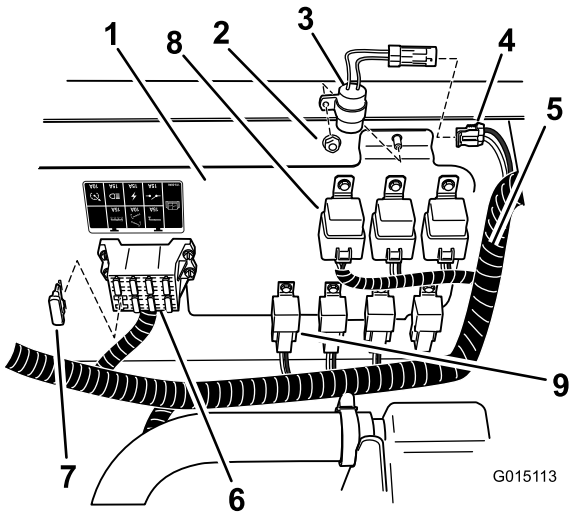
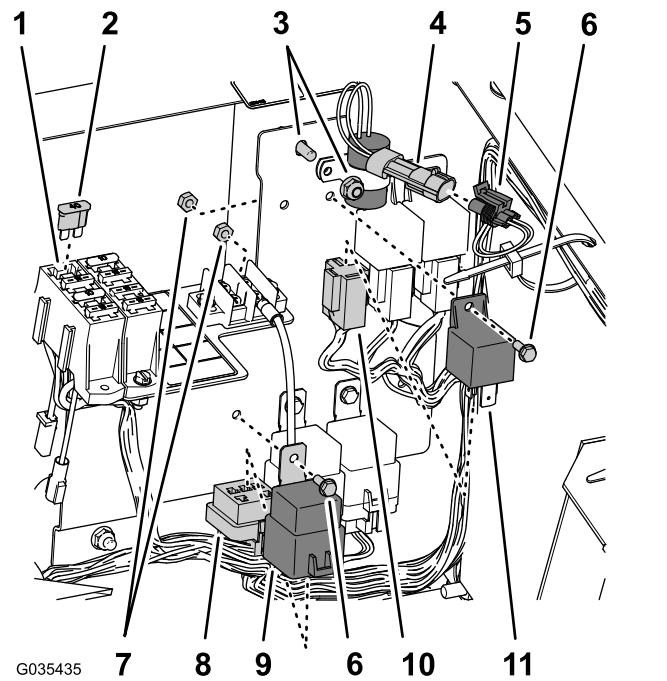
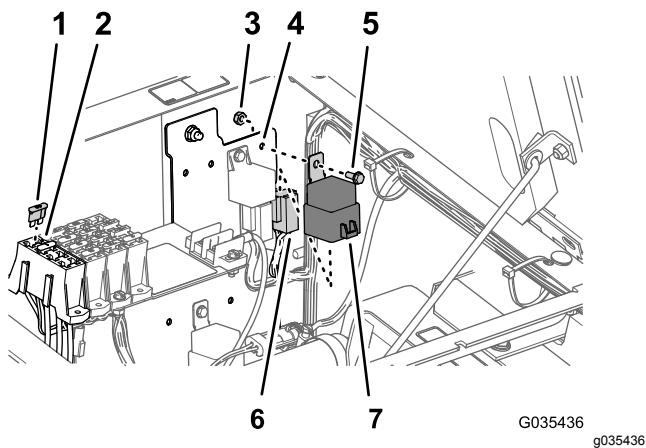

Figura 33
Figura 34
Figura 35
- A. Instale o temporizador no local indicado em Figura 33 ou Figura 34 com a porca de bloqueio do painel elétrico.
- B. Ligue o temporizador ao conector de duas tomadas etiquetado temporizador da cablagem da máquina (Figura 33 ou Figura 34).
3. Instale um fusível (40 A) na ranhura aberta no bloco de fusíveis como se mostra na Figura 33, Figura 34 ou Figura 35.
4. Localize o relé e o relé de potência alinhado com os outros relés do mesmo estilo e monte-os no painel (Figura 33, Figura 34 ou Figura 35) com os dois parafusos de cabeça flangeada (n.º 10-24 x ½ pol.) e duas porcas de bloqueio (n.º 10-24).
5. Localize o conector de quatro tomadas e o conector de cinco tomadas na cablagem principal e ligue-os ao relé (quatro pinos) e ao relé de potência (cinco pinos), como se mostra na Figura 33, Figura 34 ou Figura 35.